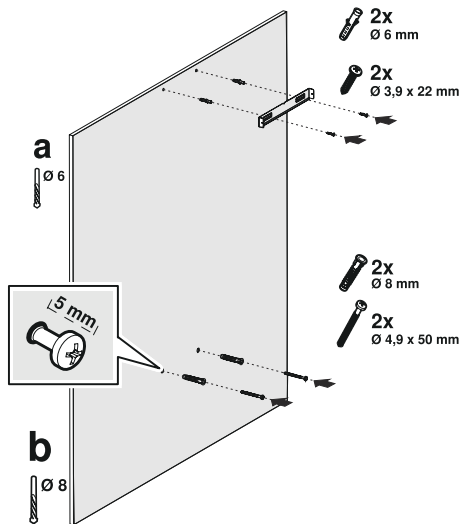

Fig. 10
2. ➔ Il y a une languette au milieu de la plaque de raccordement du conduit de fumée. Placez le point médian de cet onglet sur la ligne tracée perpendiculairement au mur. Alignez horizontalement et marquez les trous où la plaque de connexion sera montée à l'aide d'un stylo (Fig. 10/a).
3. Percez les points marqués avec un foret Ø6mm et insérez 2 chevilles en plastique dans les trous percés (Fig. 10/a).
4. Fixez la plaque de raccordement des fumées au mur avec des vis 3,9x22 (Fig. 10/a).
5. Marquez les trous où la hotte sera installée (Fig. 10/b).
6. ➔ Percez les trous de suspension avec un foret Ø8mm et placez les chevilles (Fig. 10/b).
7. ➔ Vis de suspension 2 pièces 4,9x950 avec un jeu de 5 mm entre la tête de vis et le mur (Fig. 10/b).